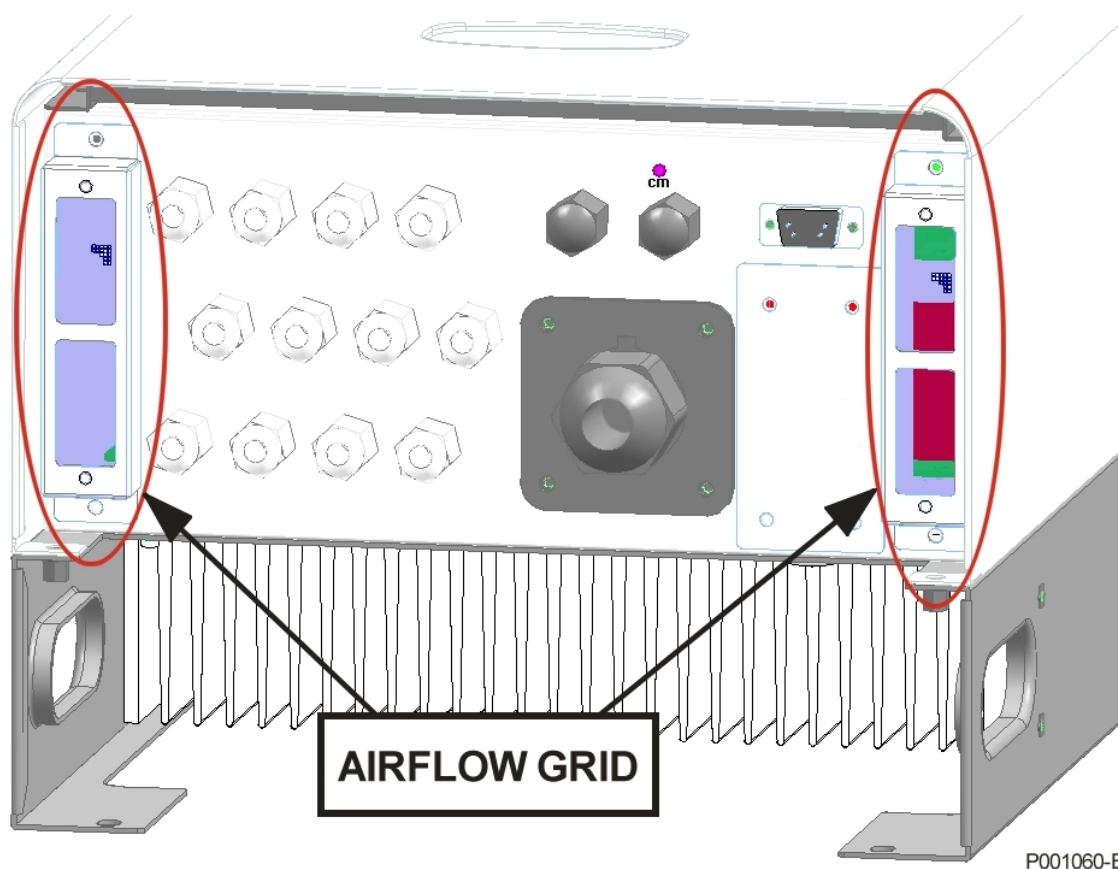

Figure 17 : Vue des bouches d'aération
-enlevez les deux vis aux côtés des fentes d'aération, enlevez le filtre et lavez le tissu de filtration avec de l'eau en le laissant sécher de façon naturelle (voir Figure 17).